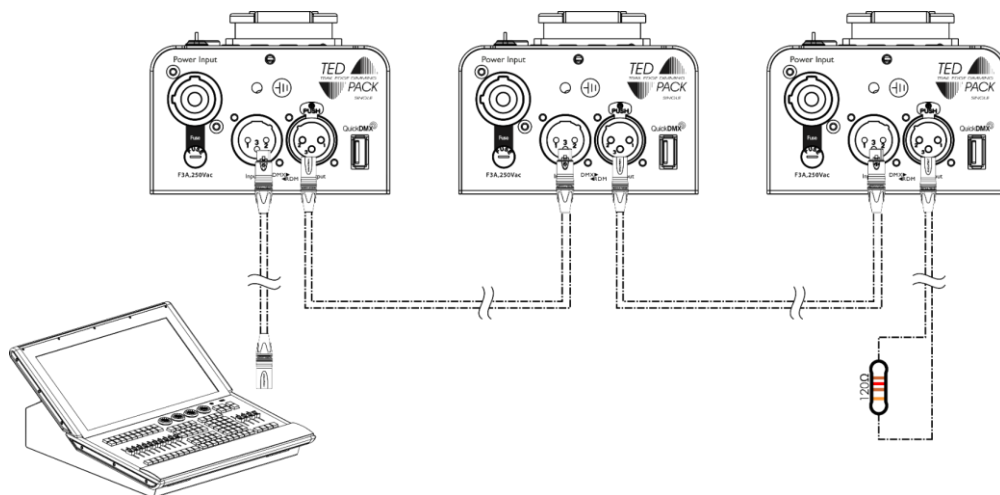

Fig. 09
- 01) Servirsi di un cavo DMX a 3 poli per collegare il connettore DMX OUT del controller di illuminazione al connettore DMX IN del primo dispositivo. La **spia LED DMX (A)** sul **pannello di controllo (03)** si accende.
- 03) Ripetere il passaggio 2 per collegare tutti i dispositivi in un collegamento a margherita come indicato nella Fig. 09.